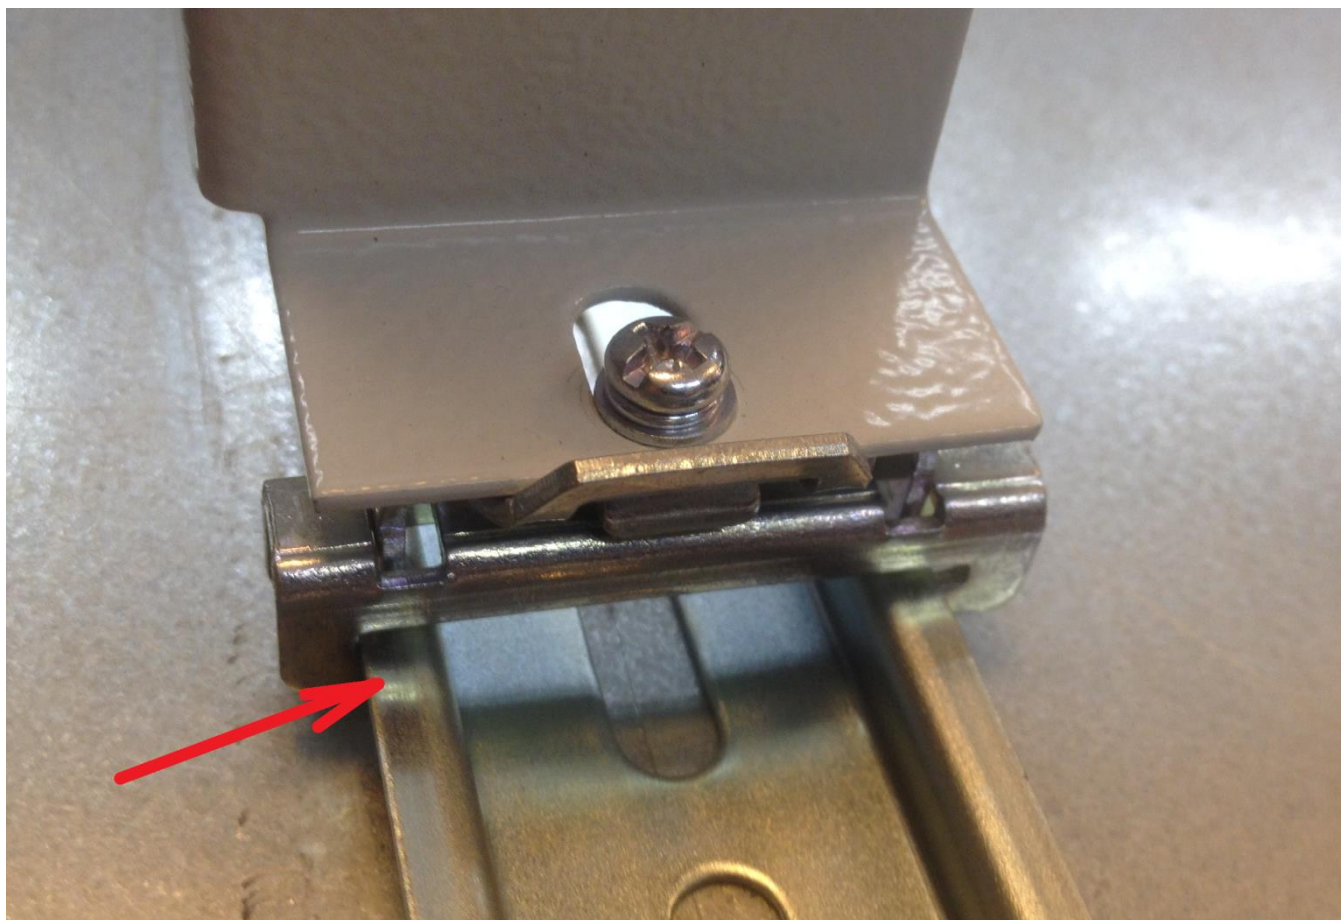

Рис.3.2-1 Положение крепления на din-рейку
3.2 Наденьте крепления полки на din-рейку так, чтобы крючки обоих креплений надежно сели на din-рейку Рис.3.2-1
3.3 Сдвиньте крепление полки так, чтобы нижние крючки крепления уперлись в край din-рейки. На Рис.3.2-1 стрелка указывает правильное положение крепления.